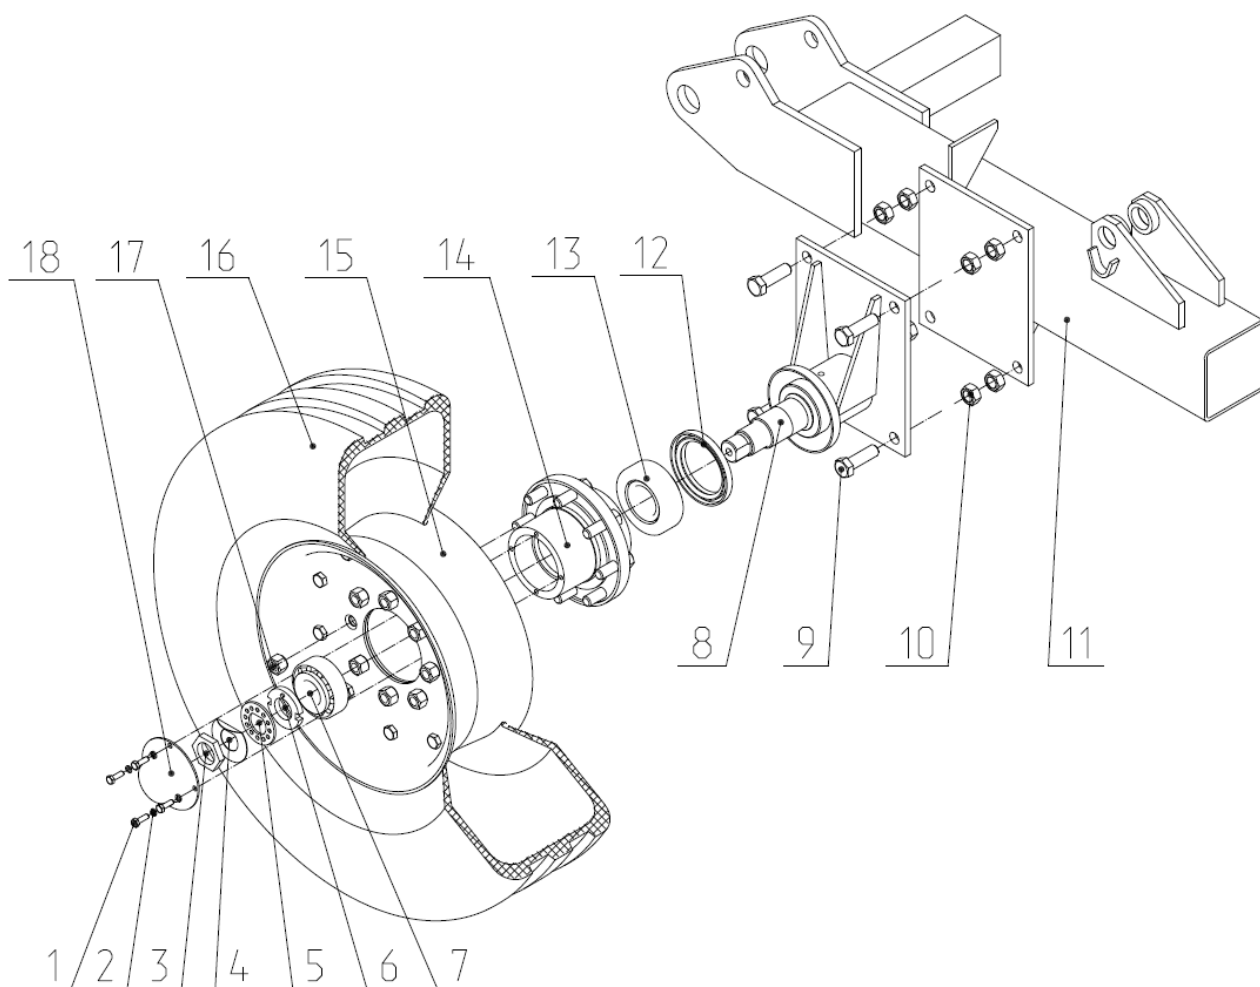

Рис.7 Колесо в сборе СГВ 03.010.
2.1.7 Установка центральных колес 5 (рис.1) на сницу осуществляется следующим образом. Ось колеса 8 (рис.7) фланцем крепится к фланцу сницы при помощи болтов 9. Ступица 14 установлена на оси колеса на двух подшипниках 7 и 13, которые фиксируются гайкой 6. С одной стороны ступица закрывается колпаком, а с другой - защитной шайбой, приваренной на оси колеса. Шина 16 с камерой смонтирована на диске 15, а диск посажен на ступицу и закреплен гайками 17.